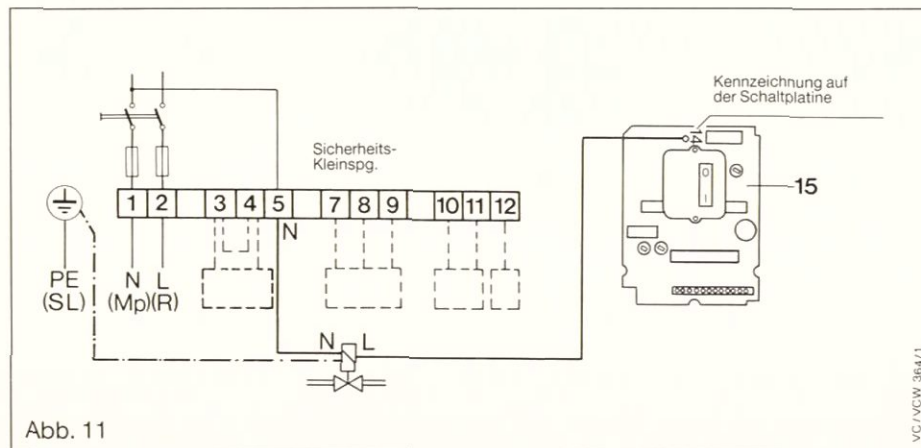

Abb. 11
- a) Schrauben (8) am Schaltkastendeckel lösen.
- b) Überwurfmutter des Entstörknopfes (10) abschrauben.
- c) Schrauben (9) an der Schalterblende lösen.
- e) Schaltkastendeckel (7) vorsichtig nach vorn herausziehen und hochklappen.
- f) 2 Schrauben (16) auf der Rückseite der Schaltplatine (15) lösen und Schaltplatine vom Schaltkastendeckel abnehmen.
- g) Steckstift – Kennzeichnung **14** – auf der Vorderseite der Schaltplatine (15) ist jetzt zum Anschluß zugänglich. Lage des Steckstiftes auf der Schaltplatine siehe auch Abb. 11.